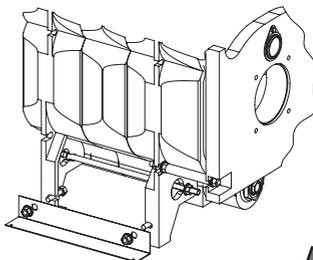

Рис. 8
В: В отверстия (рис. 8), находящиеся около ножек корпуса котла, винтами М8 12 закрепите обе консоли (8), используя при том соответствующие засечки.